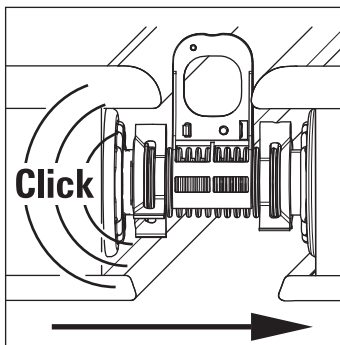

Bild 3-26 Flachkollektoren zusammen schieben
8. Nächsten Flachkollektor weiter bis zum Anschlag an den zuletzt montierten Flachkollektor schieben (Bild 3-26). Die Halteklammern müssen hörbar einrasten. Der Abstand zwischen den Flachkollektoren ergibt sich automatisch durch die Länge der Kompensatoren bei aufgesteckten Montagestützen.